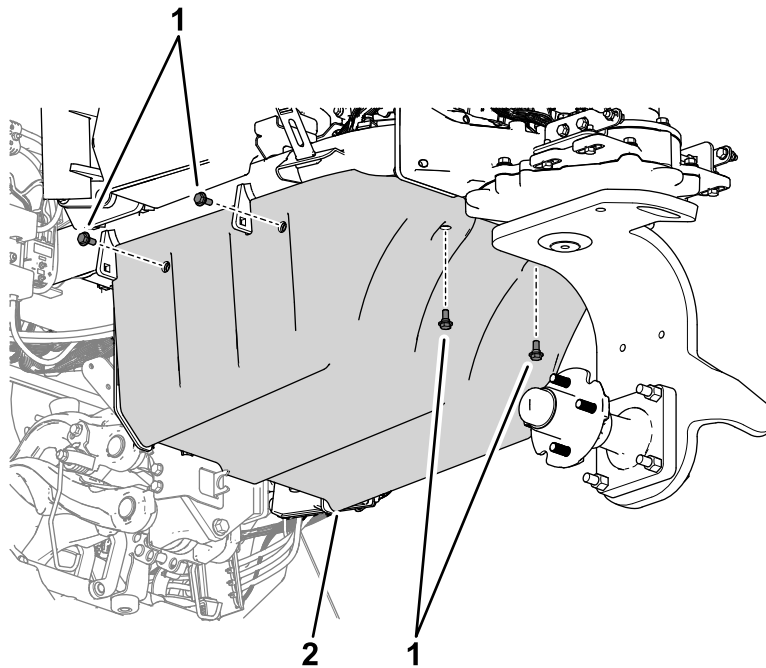

Figure 33
2. Avec 6 boulons à épaulement, fixez le couvercle inférieur des batteries sur la plaque de montage inférieure (Figure 33).